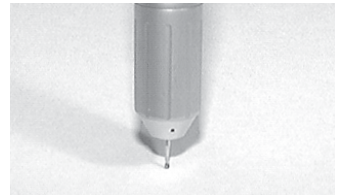
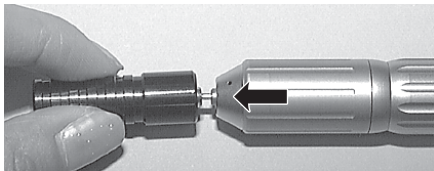

Fig. 12
Fig. 13
- 1) Poiché il mandrino del manipolo PRESTO AQUA è un mandrino ad incastro, posizionare le frese Fg con un diametro di 1,6 mm e premerle come indicato dalla Fig. 12. Premere la fresa dall'estremità conica usando l'apposita chiave di inserimento della fresa come illustrato dalla Fig. 13.